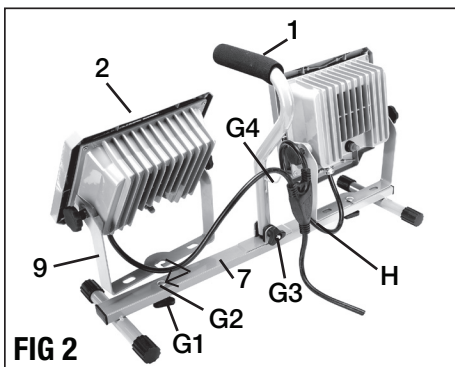

FIG 2
## CONEXIÓN DE LAS CABEZAS DE LAS LUCES DE TRABAJO EN EL PEDESTAL (FIG 2)
1. Coloque el pedestal (7) sobre una superficie plana.
2. Gire la asa de transporte (1) hacia arriba. Apriete la perilla de bloqueo de la asa (G3) para fijarla en su lugar.
3. Instale un cabezal de luz de trabajo (2) en el soporte (7) deslizando y colocando el soporte en forma de U (9) debajo de la tapa de perno (G2) como se muestra en la FIG. 2. Apriete el botón de bloqueo (G1) Cabeza ligera en su lugar. Repita el procedimiento en el segundo cabezal de trabajo.
4. Colgar el divisor de cable de alimentación (H) al gancho (G4).